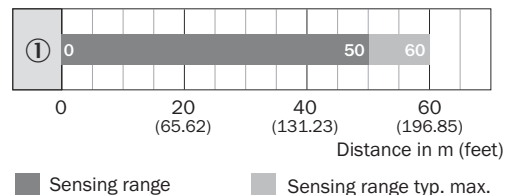

Figura 61: Diagrama de barras 1
| LED amarelo intermitente                                                         | Distância entre o emissor (WS) e o receptor (WE) grande demais / O feixe de luz de WS                                                                            | Verificar a distância de comutação, <a href="#">ver figura 61</a>Verificar o alinhamento                                                                                   |